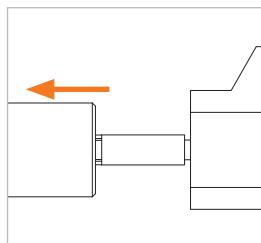
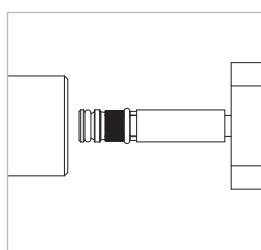

Figure 5
Figure 6
- ▶ Mettre la conduite de pression pilote sous pression. Les mâchoires de serrage (pos. 3) coïncident, la connexion à la pièce d'essai est ainsi desserrée et le connecteur peut être retiré en position droite par l'arrière. (*Figure 5 et Figure 6*).